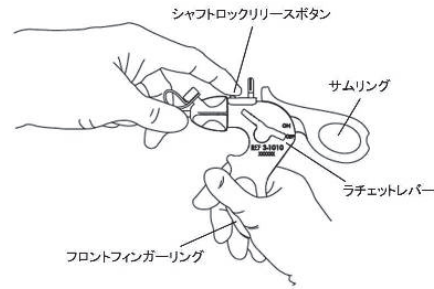

図2
- (1) ラチェットレバーが「OFF」の位置になっていることを確認する。
- * (2) フロントフィンガーリングを持ち、シャフトロックリリースボタンを押し下げながらシャフトをハンドルから引き抜く(図2参照)。